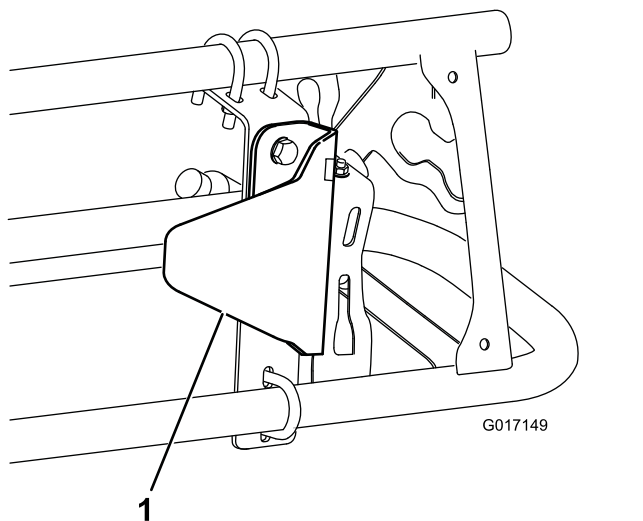

Figura 17
2. Instale el protector del sensor en el soporte de montaje con 2 pernos (5/16" x 3/4") y 2 tuercas con arandela prensada (5/16") según se muestra en Figura 17.